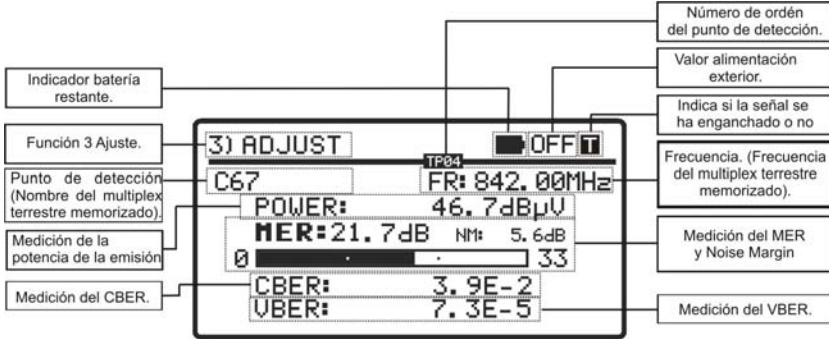

Figura 14.- Pantalla del modo de ajuste.
- 3.- Estas medidas son mostradas en pantalla de forma gráfica y alfanumérica (Figura 14.-). La unidad de medida de la potencia media es configurable por software y puede seleccionarse entre dB μ V, dBmV ó dBm.